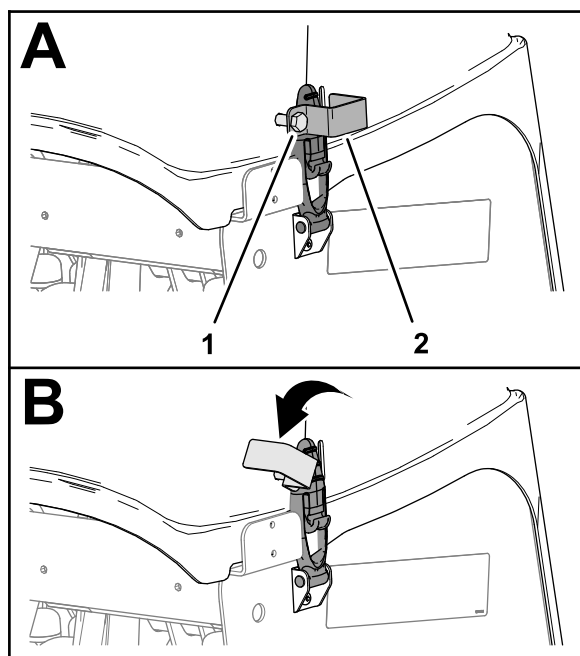

**Figura 138**
1. Se la macchina presenta dispositivi di chiusura CE, allentate il bullone della piastra di bloccaggio fino a quando la piastra di bloccaggio non libera la fessura sul lato della copertura della testa di carotaggio (Figura 138).
2. Ruotate la piastra di bloccaggio per liberare la fessura (Figura 138).